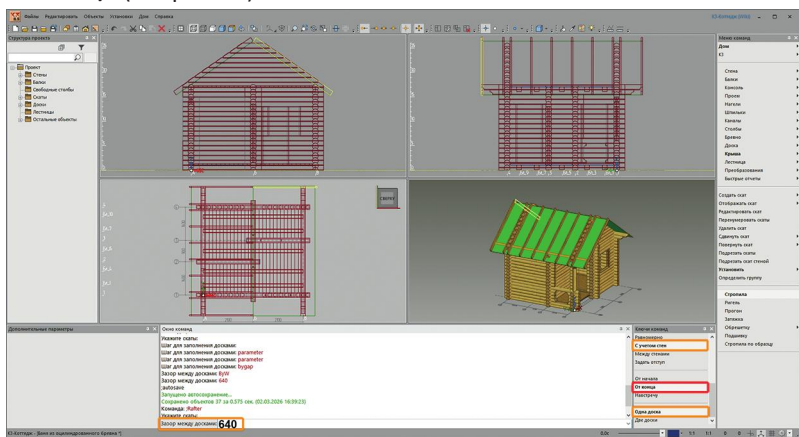

рис. 73
После этого в появившемся окне **Задать имя группы** присвойте создаваемой группе досок имя **Стропила**. В завершение работы нажмите **ОК**. На экране появится часть стропильной конструкции бани: стропила **ската 1** (см. рис. 73).
3. Аналогичным образом установите стропила на **ската 2**. При этом, для того, чтобы концы стропил с разных скатов состыковались, в контекстном меню выберите ключ **От Конца** (см. рис. 73).